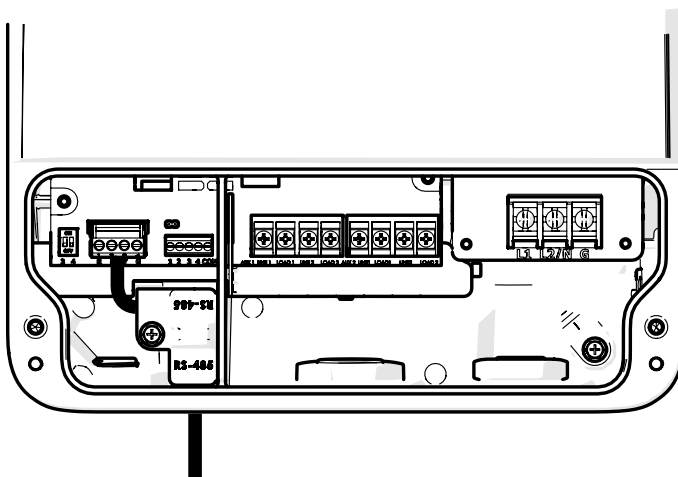

Figure 8. Port de connexion rapide RS-485 avec câblage
En plus d'être correctement mis à la terre tel que décrit dans la section *Câblage électrique*, et conformément aux exigences du National Electrical Code (NEC), ou au Canada le Code Canadien de l'électricité (CCE), le moteur de la pompe doit être relié aux pièces métalliques de la piscine, du spa ou de la cuve thermique et à tous les composants et équipement électrique avec le système de circulation d'eau de la piscine ou du spa. Cette liaison doit être réalisée en utilisant un conducteur en cuivre plein, AWG n° 8 ou plus gros. Au Canada, il faut utiliser du AWG n° 6 ou plus gros. Relier le moteur en utilisant la languette de liaison externe fournie sur le cadre du moteur. Se reporter à la Figure 8.
- Port de connexion rapide RS-485 (se reporter à la Figure 8)